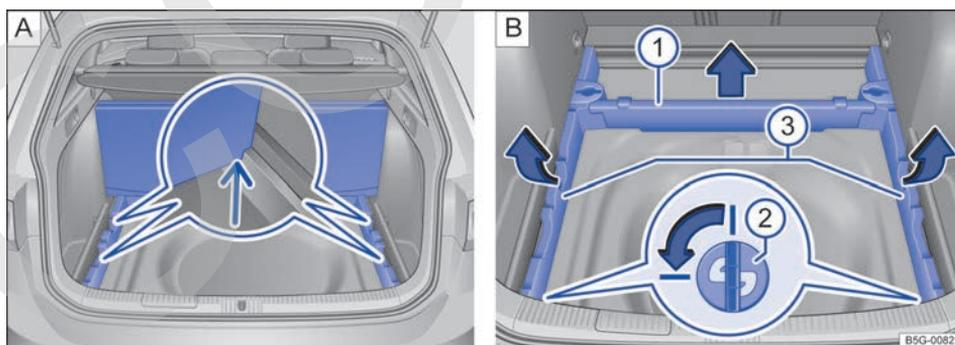

Fig. 161 En el maletero: **A** Piso del maletero en posición vertical. **B** Desmontar los soportes del piso del maletero.
- Encastre los bordes exteriores de la parte trasera del piso del maletero en los rebajes de los soportes → fig. 161 [A] (imagen ampliada, flecha).
- Extraiga el soporte delantero del piso del maletero → fig. 161 [B] ① hacia arriba, en el sentido de la flecha, y deposítelo fuera del maletero.
- Para desbloquearlos, gire los dos soportes insertables → fig. 161 [B] ② (imagen ampliada) un cuarto de vuelta (90°) en el sentido de la flecha y extráigalos hacia arriba.
- Levante los dos soportes laterales → fig. 161 [B] ③ de la parte trasera en el sentido de las flechas y extráigalos de los alojamientos delanteros tirando hacia atrás.
- Guarde de forma segura los soportes → fig. 161 [B] ①, ③ y los soportes insertables → fig. 161 [B] ② desmontados.